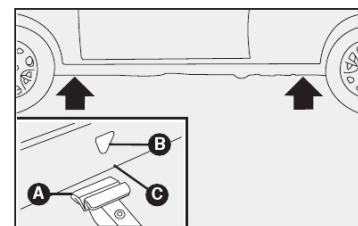

fig. 5
3) colocar o macaco onde está marcado o símbolos B-fig. 5, perto da roda a substituir, e certificar-se de que a ranhura A do macaco esteja bem encaixada na longarina C-fig. 5.